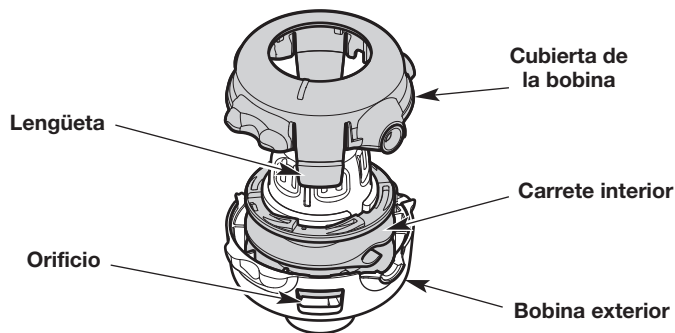

Fig. 27
- c. Suavemente incline el destornillador para destrabar la lengüeta del orificio (Fig. 27).
- e. Retire la cubierta de la bobina (Fig. 27). **NO** intente extraer ninguna otra pieza del cabezal de corte.
- g. Utilice una tela limpia para limpiar el carrete interior, la bobina exterior y la cubierta de la bobina (Fig. 27).
- h. Se deben alinear las lengüetas de la cubierta de la bobina con los orificios de la bobina exterior (Fig. 27). Oprima la cubierta de la bobina sobre la bobina exterior hasta que las lengüetas entren a presión firmemente en los orificios.